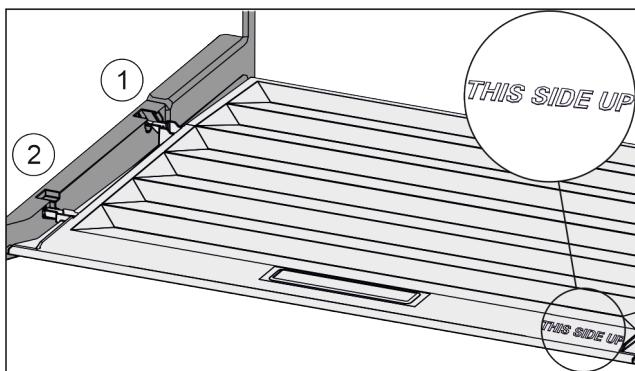

Fig. 22
- ▶ 从后部固定支架 Fig. 22 (1)开口导入桥形接片并卡入固定支架 Fig. 22 (2)的前端。